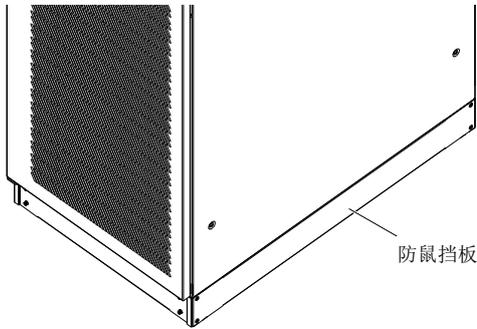

图 2-3 拆除防鼠挡板
2. 如图 2-3 所示，拆除机柜底部的防鼠挡板。当 UPS 安装就位后，需恢复挡板。